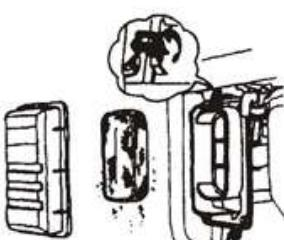

Рис. 17
3.3.1 Зніміть кожух повіtroочисника (Рис. 17).